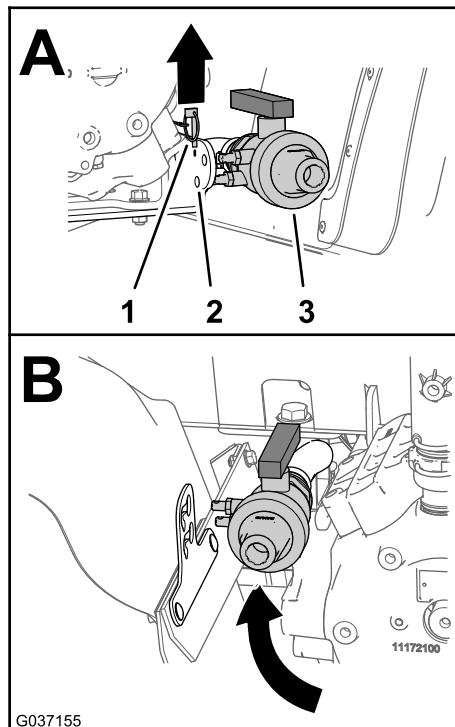

Figura 14
- Retire o pino de sujeição que prende a válvula de drenagem ao suporte da bomba do pulverizador (Figura 14).
- Mova a válvula de drenagem entre o guarda-lamas traseiro esquerdo e a bomba do pulverizador (Figura 14).